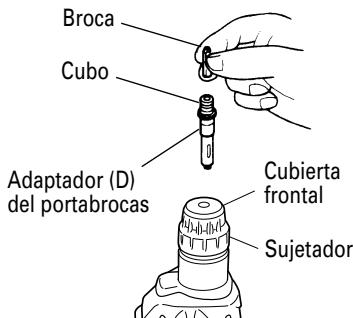

Fig. 19
6. Cuando coloque tornillos para metal (Fig. 19) En primer lugar, inserte la broca en el cubo del extremo del adaptador (D) de portabroca. A continuación, monte el adaptador (D) de portabroca en la unidad principal empleando los procedimientos descritos en 6 (1), (2) y (3) coloque la punta de la broca en las ranuras de la cabeza del tornillo, sujeté la unidad principal, y apriete el tornillo.
- No trate de utilizar el martillo giratorio en la función de giro y martillazo con el adaptador del portabrocas (D) y la broca instalados.
7. Atornillando tornillos para madera (Fig. 19)